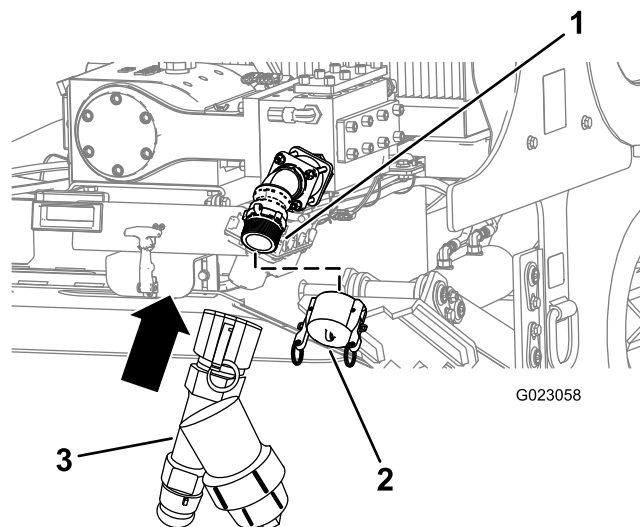

Рисунок 48
1. Снимите впускную крышку насоса (Рисунок 48).
2. Совместите Y-образный сетчатый фильтр с резьбой на насосе (Рисунок 48).